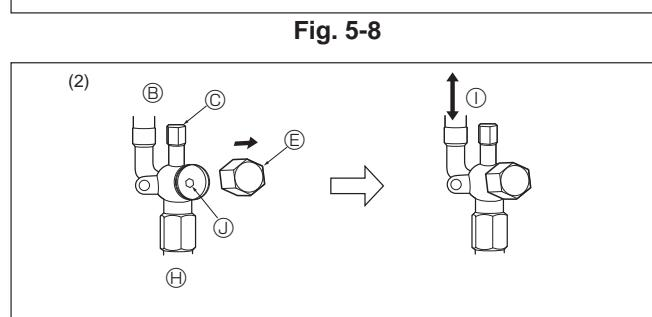

Fig. 5-9
① Quite la tapa, tire de la manivela hacia usted y gire 1/4 de vuelta hacia la izquierda para abrir.
② Cerciórese de que la válvula de parada esté completamente abierta, empuje la manivela y enrósque la tapa en su posición original.
(2) Lado de líquido (Fig. 5-9)
① Abra la tapa y gire la varilla de válvula hacia la izquierda hasta su tope, utilizando una llave hexagonal de 4 mm [3/16"]. Deje de girar cuando llega al tope.
② Cerciórese de que la válvula de parada esté completamente abierta y enrósque la tapa en su posición original.